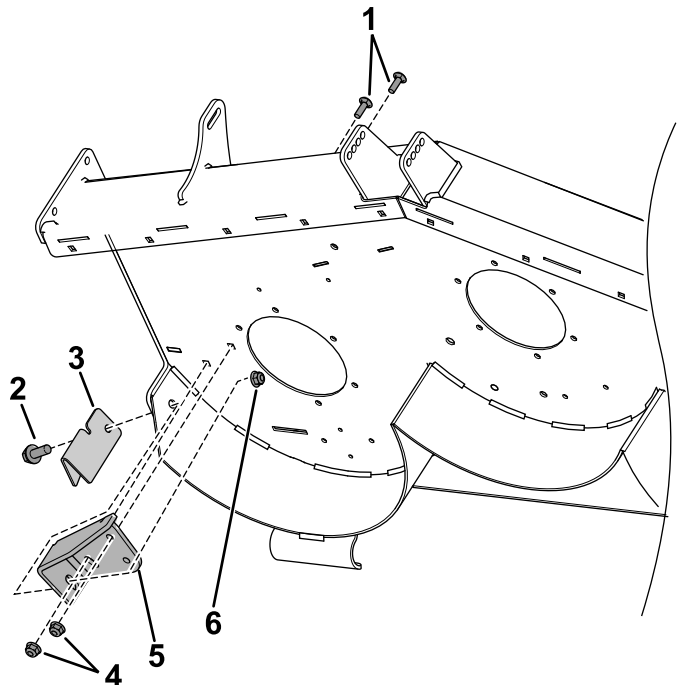

Figura 10
3. **Per i piatti di taglio da 122 cm e 137 cm:** montate il deflettore di scarico con il bordo squadrato e la protezione del sistema di raccolta con la ferramenta appropriata, come mostrato nella Figura 10.